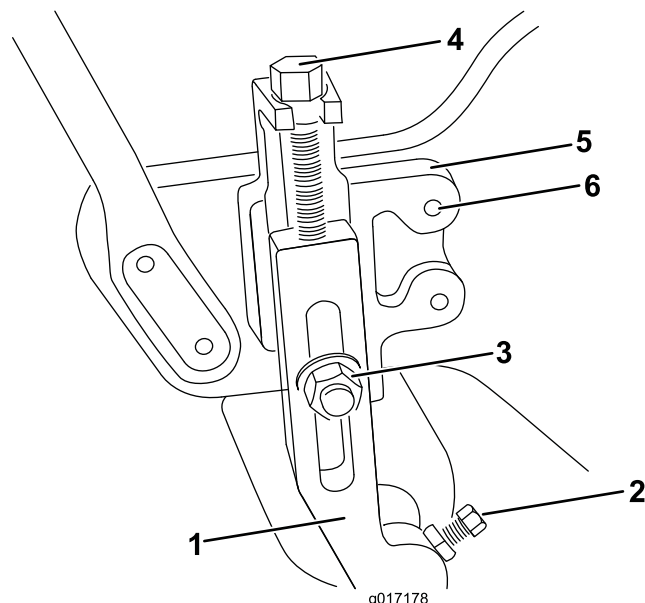

Figure 1
1. Desserrez les écrous de blocage et les vis qui fixent chaque côté du rouleau avant aux bras de hauteur de coupe (Figure 1).
2. Retirez les boulons de carrosserie et contre-écrous qui fixent les bras de hauteur de coupe aux supports de réglage (Figure 1).
- Tondeuses Greensmaster 1600 – retirez les vis de réglage de hauteur de coupe, les écrous de blocage et les vis de maintien des bras de hauteur de coupe (Figure 1).
- Tondeuses Greensmaster 800 et 1000 – retirez les 2 boulons à face conique qui fixent les supports de hauteur de coupe droit et gauche aux plaques latérales (Figure 1). Fixez les supports de hauteur de coupe sur les côtés opposés de la machine avec les 2 boulons à face conique insérés dans les trous de fixation arrière des plaques latérales.